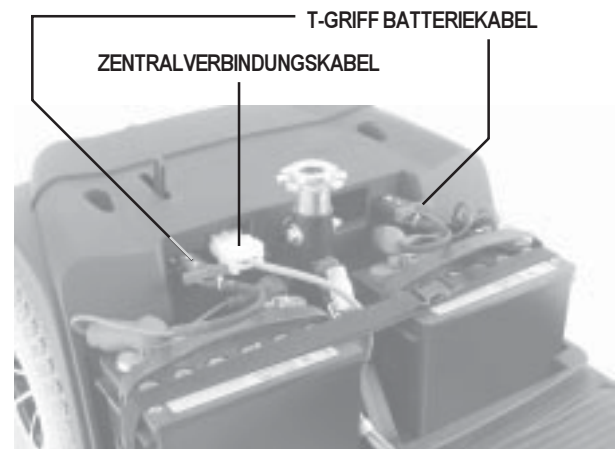

Abbildung 16. Kabelverbindungen
5. Trennen Sie beide T-Griff Batterieklammern. Siehe Abbildung 16.
6. Zentralverbindungskabel trennen. Siehe Abb. 16.